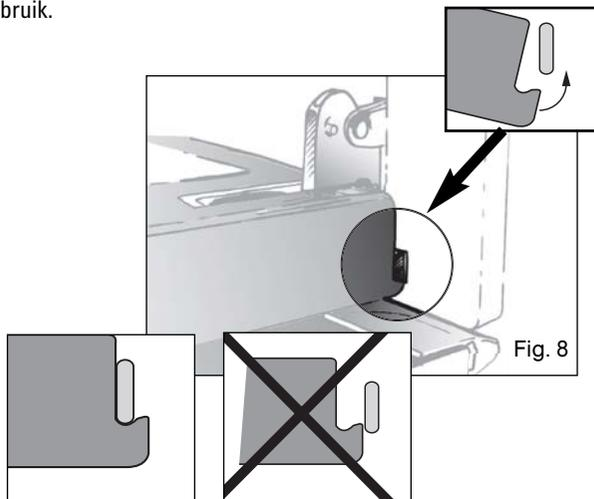

Fig. 8
- Zorg ervoor dat het kader goed past in het spoor naast het scharnierpunt (Fig. 8).